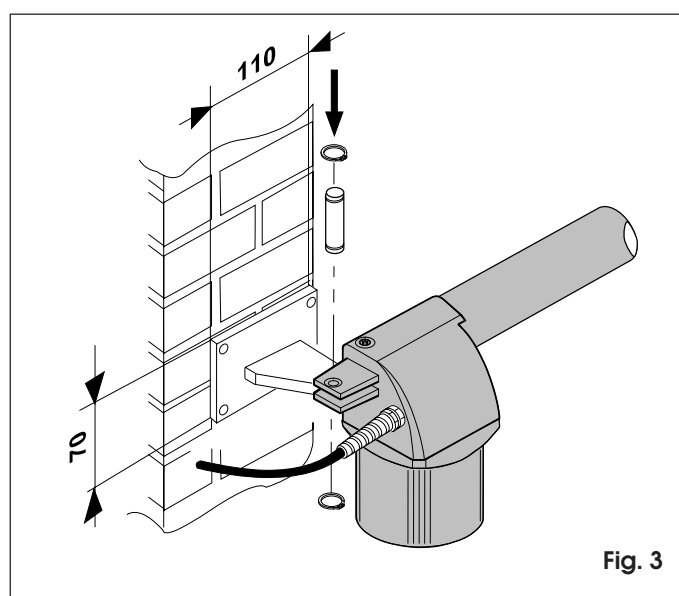

Fig. 3
Dans le cas de pilier en maçonnerie, prévoir d'abord la pose d'une plaque d'ancrage sur le pilier (fig. 3), puis souder la patte d'attache sur la plaque.
- 2) Fixer l'opérateur à la patte d'attache arrière au moyen des vis fournies (fig. 3).
Attention: Les opérateurs fournis dans le kit sont en version droit et gauche. Pour une installation correcte, l'opérateur doit être positionné comme indiqué fig. 3. Par opérateur droit, on désigne l'opérateur monté sur le vantail droit vu de l'intérieur; par opérateur gauche, on désigne l'opérateur monté sur le vantail gauche toujours vu de l'intérieur.